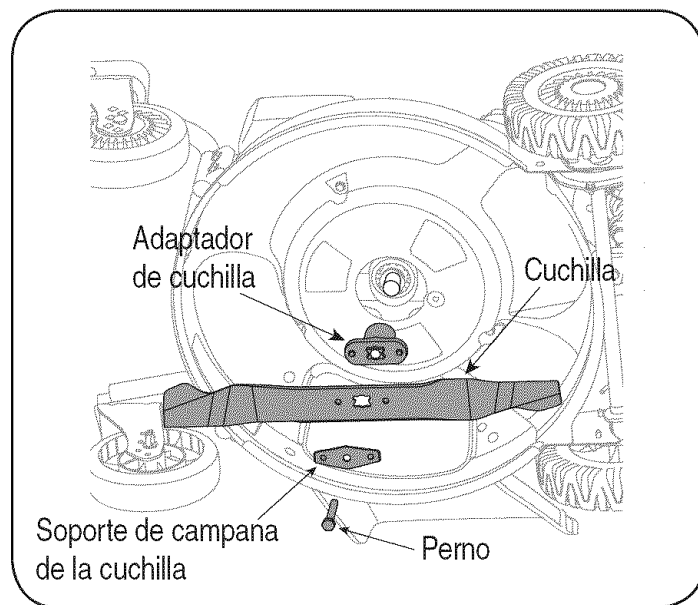

Figura 19
2. Saque el perno y el soporte de campana de la cuchilla que sostienen la cuchilla y el adaptador de la misma al cigüeñal del motor. Vea la Figura 19.
3. Saque la cuchilla y el adaptador del cigüeñal. Vea la Figura 19.